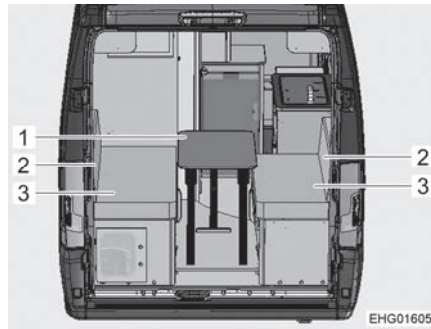

Bild 83 Vor dem Umbau
- Klapptisch (Bild 83,1) zusammenklappen und beiseitestellen oder in das Staufach unter dem Podest schieben.
- Beide Rückenpolster (Bild 83,2) abnehmen. Die Rückenpolster bestehen jeweils aus 2 Segmenten (ein Polster und ein Keil). Das Polster wird zum Bettenbau verwendet, der Keil kann optional als Kopferhöhung benutzt werden.
- Beide Sitzpolster (Bild 83,3) abnehmen.